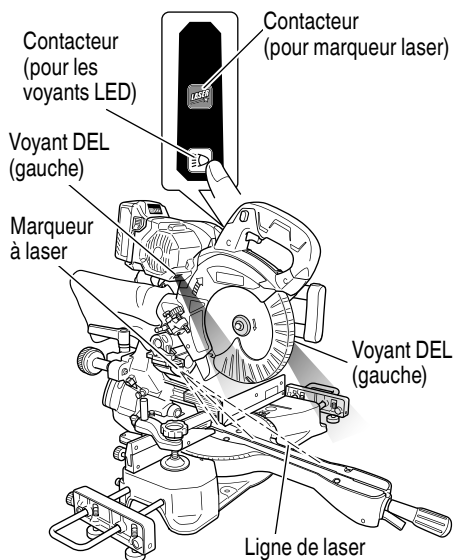

Fig. 27
(2) Allumage du guide laser/de la DEL d'éclairage (Fig. 27)